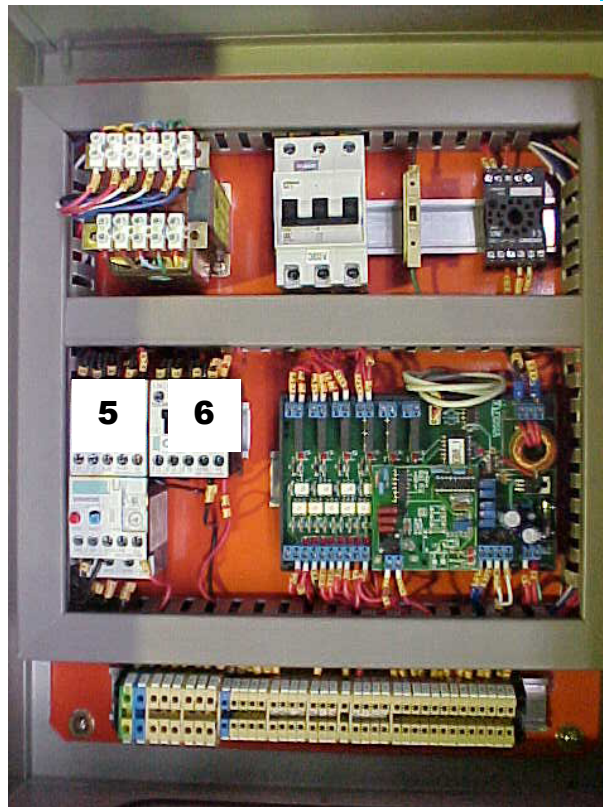

figura 35
Cuidadosamente aperte o contator da direita ou esquerda para certificar-se do sentido de rotação do motor. O contator da esquerda (5) deverá fazer a porta abrir e o da direita (6) deverá fazer a porta fechar (figura 35).